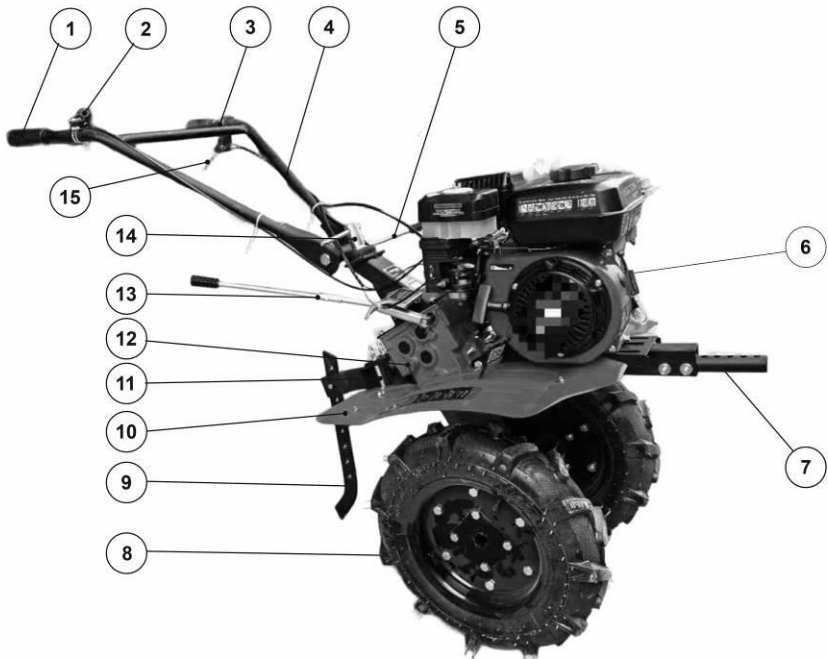

Рис. 1. Устройство моделей МБ-207, МБ-307, МБ-307БК
1. Установите в кронштейн рамы мотоблока (11 – рис.1) кронштейн сошника. Для этого совместите отверстия в кронштейнах рамы и сошника и вставьте пальцы. Зафиксируйте пальцы 3 шплинтами.
2. Установите сошник (9 – рис.1) в кронштейн сошника. Вставьте сошник между пластинами кронштейна, затем совместите нужное отверстие в сошнике с отверстием в кронштейне и вставьте палец крепления. Зафиксируйте палец шплинтом.
4. Установите на кронштейны крыльев правое и левое защитные крылья (10 – рис.1) , используя болты, шайбы и гайки из комплекта крепежа.
5. Установите рычаг переключения передач (13 – рис.1). Для этого прикрутите рычаг переключения передач к основанию рычага до упора, после чего зафиксируйте рычаг с помощью контргайки.
6. Установите рабочие рукоятки на мотоблок (4 – рис.1). Совместите отверстия в рабочих рукоятках и стойке рабочих рукояток. Со стороны рычага переключения передач (13 – рис.1) вставьте в образовавшееся отверстие болт и закрутите ручку регулировки рабочих рукояток по вертикали, не затягивая её. Отрегулируйте положение рабочих рукояток по вертикали. Убедитесь, что головка болта вошла в посадочное место на рабочих рукоятках, после чего окончательно затяните ручку регулировки рабочих рукояток по вертикали.
Для заливки масла в редуктор поместите мотоблок на ровную поверхность и выверните болт-пробку (12 – рис.1) маслозаправочного отверстия из маслозаливной горловины редуктора (рис.1).
1. Выключатель зажигания на рукоятке (3 – рис.1) установите в положение «ON» (включено).